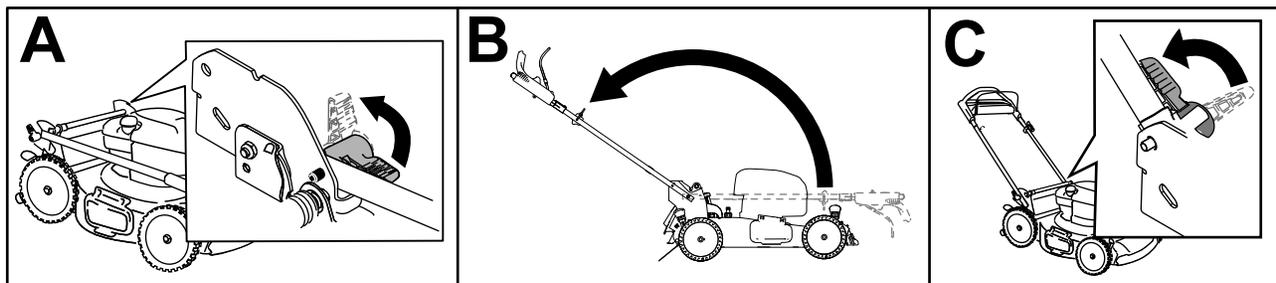

Figure 3
1. Débloquez le guidon (A de Figure 3).
2. Ramenez le guidon en arrière en position d'utilisation (B de Figure 3).
3. Tournez le verrou du guidon jusqu'à ce que la goupille s'enclenche en place et bloque le guidon en position d'utilisation (C de Figure 3).